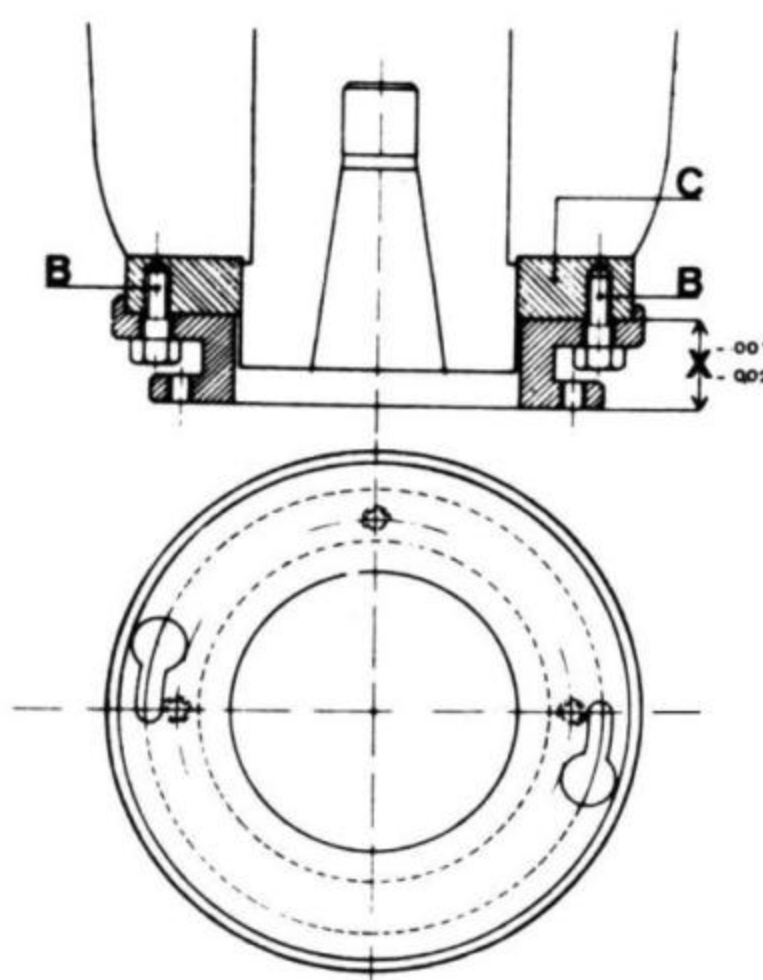

Fig. 5
- 4 - Démonter la tête et fixer à l'aide de deux ou plusieurs vis **B**, l'anneau de fixation **DONT L'EPAISSEUR DOIT ETRE INFERIEURE DE 0,02 MM A LA COTE X** (Fig. 5)